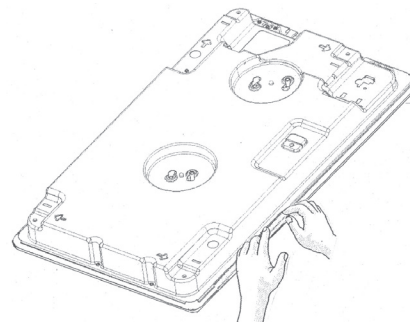

Fig. 1
- Etter at strømmen er tilkoblet, setter du inn komfyrtoppen ovenfra og hekter den fast i festefjærene, som vist i fig. 1.
1. Sikre fjærklipsene (A) (fig. 1) med de medfølgende skruene. Vær oppmerksom på de spesifiserte avstandene.